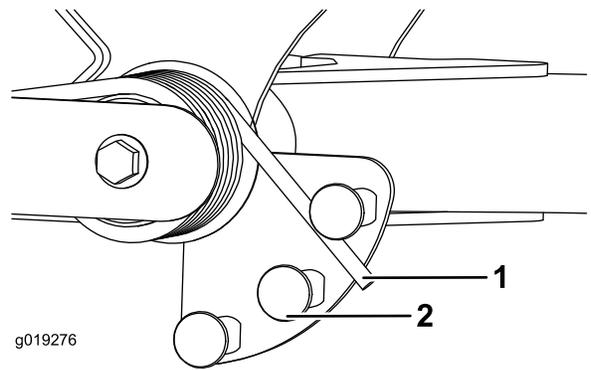

Figure 54
2. Insérez un tube ou un objet similaire sur le ressort long et le faire pivoter autour de l'actionneur de ressort à la position voulue (Figure 54).